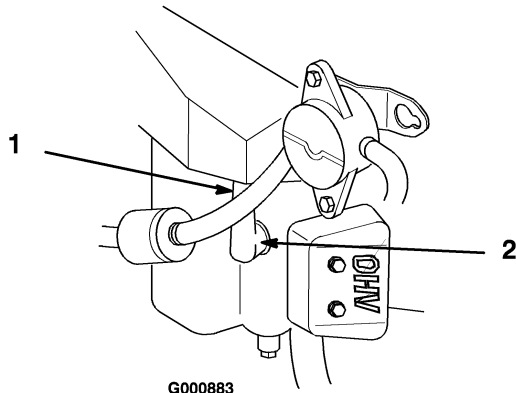

Figure 29
- Débranchez les bougies (Figure 29). Nettoyez la surface autour des bougies pour éviter que des impuretés endommagent le moteur en tombant à l'intérieur.
- Connectez les bougies (Figure 29).